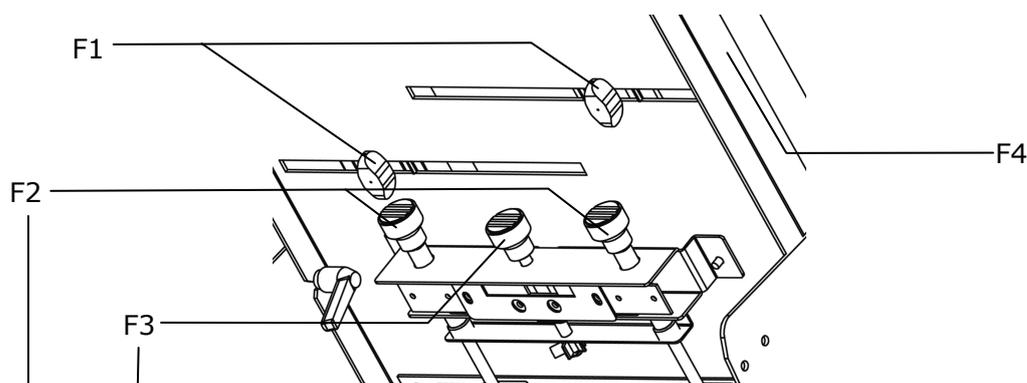

Abbildung 9: Separiersystem
- Lösen Sie die Flügelschrauben der Papierseitenführungen, und drücken Sie diese ganz nach außen (siehe Abbildung 9)